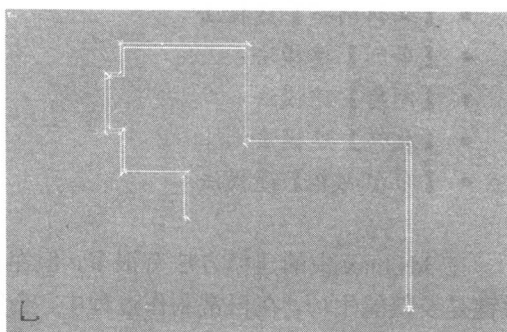

图 1-1-3 扩展后的墙体
(3) 选择线条，单击 按钮进入编辑面板，在修改器菜单中选择【样条线】编辑模式。此时，面板下面的【轮廓】选项被激活。刚才创建的线条显示为红色。按下 按钮，将【轮廓】后面的参数设置为 24，制作出墙面的厚度。如图 1-1-3 所示。